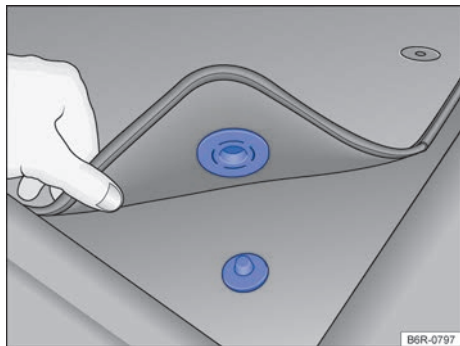

Fig. 1 Alfombra delantera del lado del conductor con fijación al perno de la alfombra.
- ✓ Acomodar bien la alfombra en la zona repapiés del lado del conductor para que no obstruya la zona de los pedales. Dependiendo de la versión del vehículo, la alfombra delantera del lado del conductor puede tener fijación al perno de la alfombra → fig. 1.